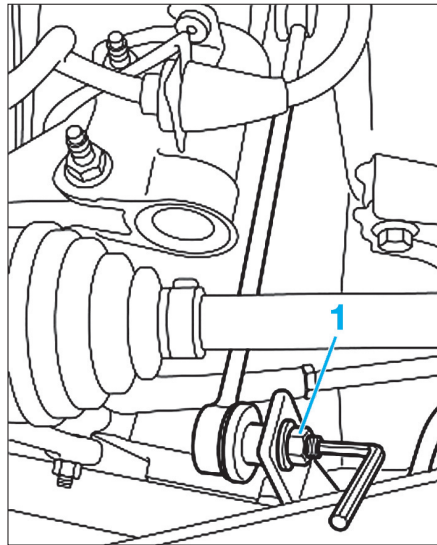

Fig. 8
- Déposer les écrous de fixation (1) des biellettes de réaction à la barre stabilisatrice (Fig.8).